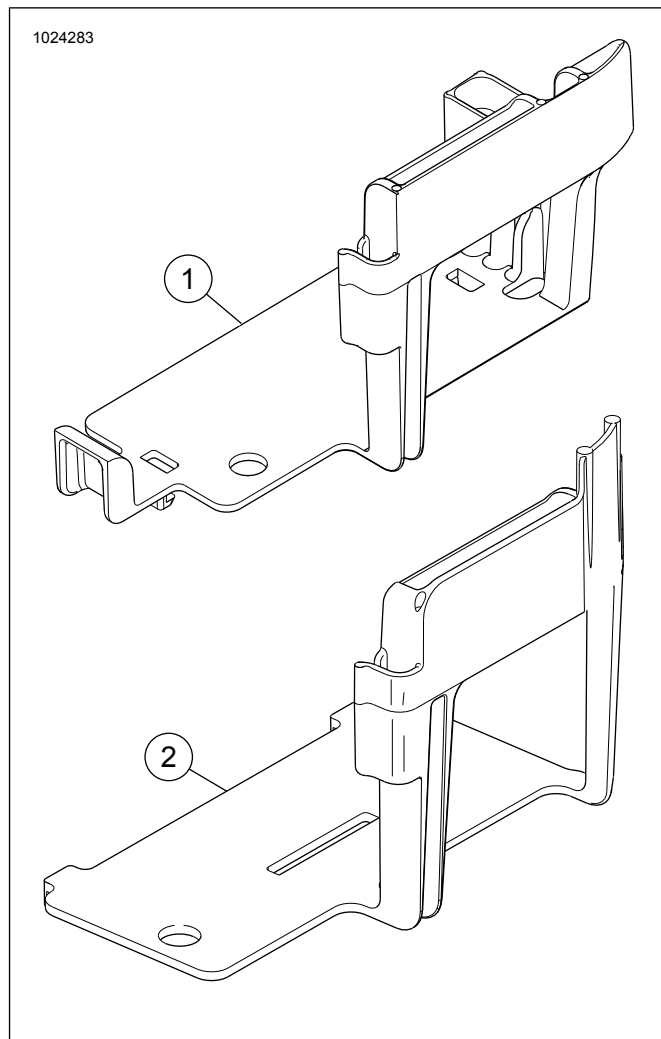

Figure 27. Boîtier de batterie non-modifié Softail
4. Voir Figure 27. Retirer le boîtier de batterie. Consulter le manuel d'entretien.